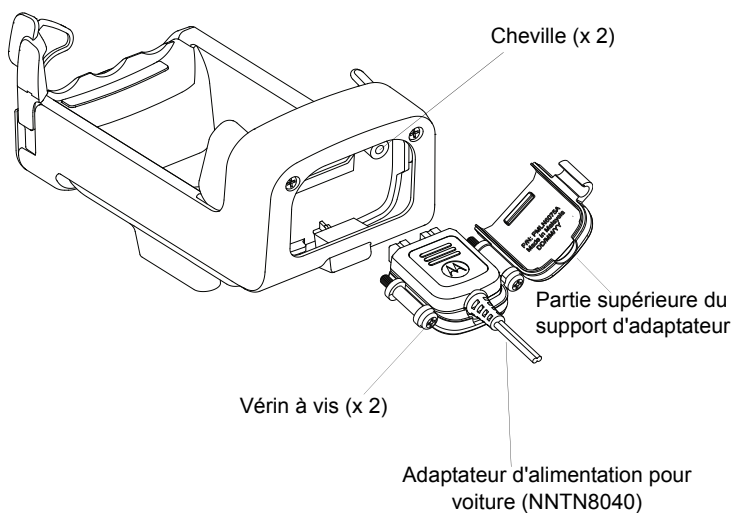

Figure 4. Installation du support d'adaptateur pour adaptateur d'alimentation pour voiture sur le socle
Adaptateur d'alimentation pour voiture, suivez la procédure ci-dessous. Voir la Figure 4 ci-dessus :
1. Placez l'adaptateur d'alimentation pour voiture NNTN8040 sur le support d'adaptateur, comme indiqué à la Figure 4.